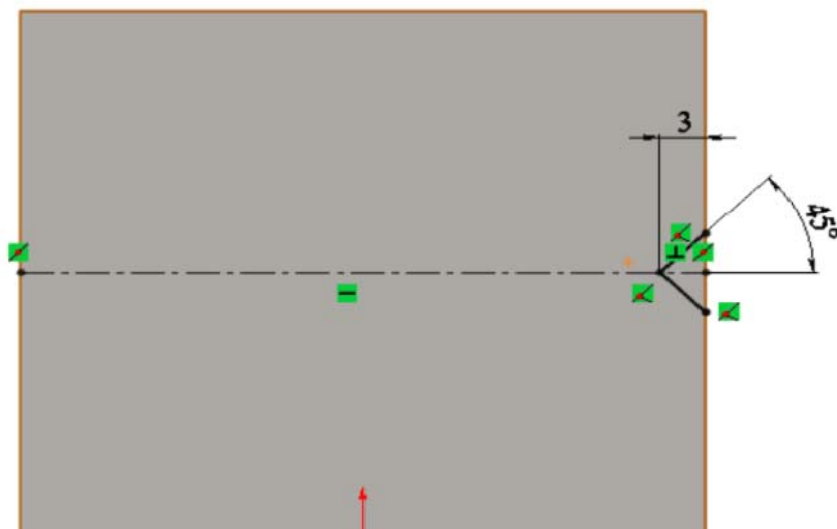

Рис. 2.56. Эскиз
3. Нарисуйте эскиз, показанный на рис. 2.56;